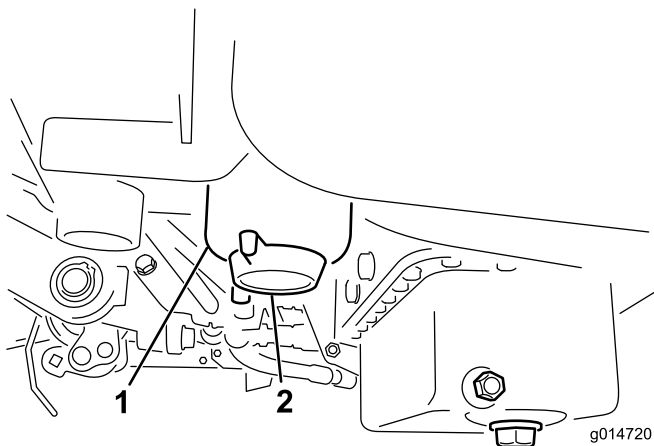

Figura 33
3. Abra el tapón de vaciado del filtro de combustible aproximadamente una vuelta y drene cualquier agua acumulada (Figura 33). Apriete el tapón después del vaciado.